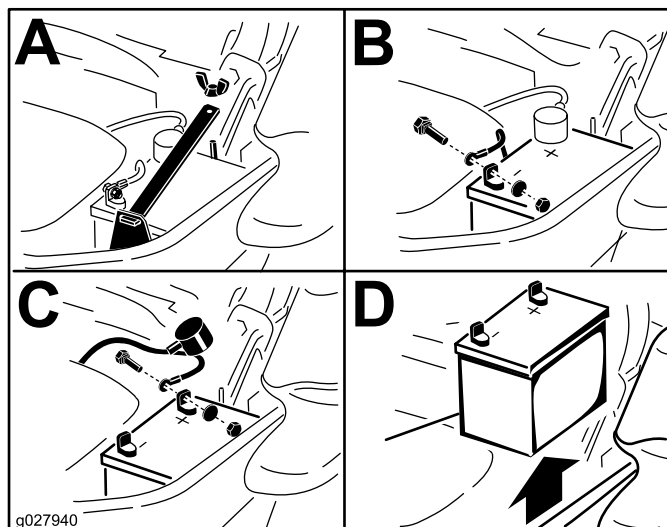

Figura 58
3. Desconecte el cable negativo (negro) de la batería del borne negativo (-) de la batería (Figura 58).
4. Retire la cubierta de goma roja del borne positivo (rojo) de la batería y retire el cable positivo (+) (Figura 58).
5. Retire la tuerca de orejeta que sujeta la abrazadera de la batería (Figura 58).
6. Retire la abrazadera (Figura 58).
1. Coloque la batería en la bandeja, con los bornes frente al depósito de aceite hidráulico (Figura 58).
4. Fije los cables con 2 pernos, 2 arandelas, y 2 contratruercas (Figura 58).
6. Instale la abrazadera y sujétela con la tuerca de orejeta (Figura 58).